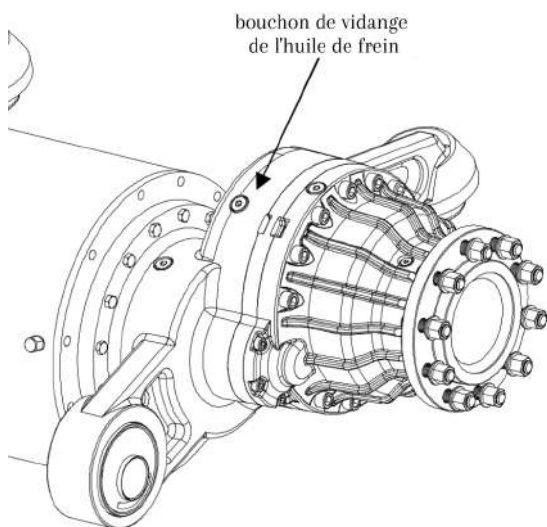

Figure 56. Emplacement du bouchon de vidange d'huile de frein.
2. Retirer les bouchons de vidange de l'huile de frein pour vider l'huile (voir figure 56).